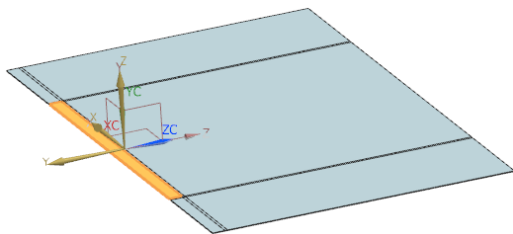

图 6-74 选择草图工作平面
(2) 在“法向除料”对话框中,单击图标,打开“创建草图”对话框。在视图区选择草图工作平面,如图6-74所示。